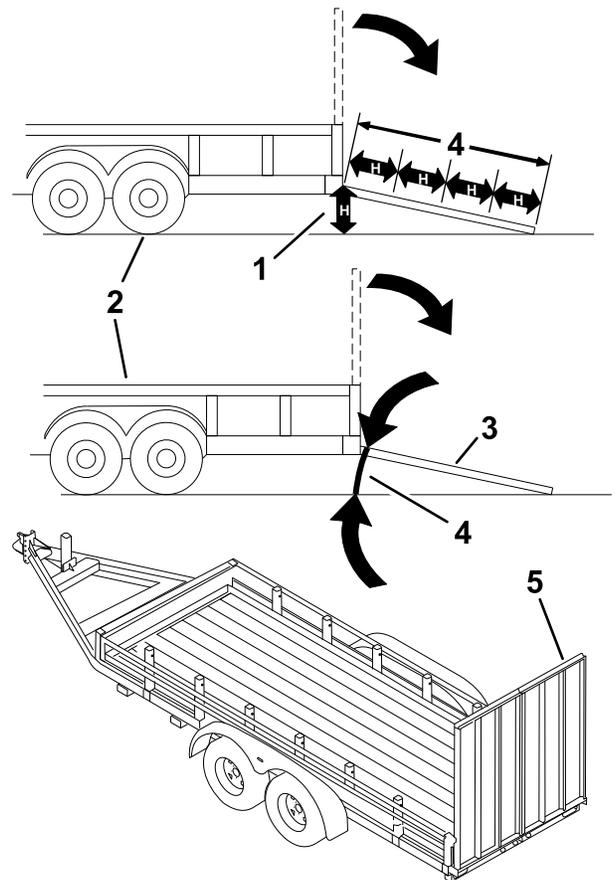

図 59
マシンをトレーラなどに搭載する作業は、機体を転倒させる危険をはらんでおり、万一そのような事故が起こると死亡事故など重大な人身事故となる図 59。
3. ランプ板を下ろす 図 59。